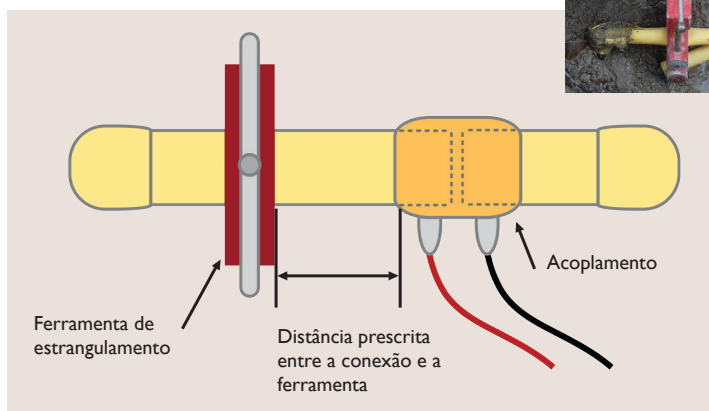

FIGURA 1. Um tubo de gás de polietileno submetido ao procedimento de estrangulamento.
O GTI, com sede em Illinois, é uma organização de pesquisa e desenvolvimento comprometida com o avanço de tecnologias em novas energias e gás natural. Um setor de sua pesquisa envolve a investigação das distâncias de estrangulamento em tubulações de polietileno (PE) para gás. O estrangulamento é um procedimento aparentemente simples, que envolve a compressão de um tubo até interromper completamente o fluxo de gás (veja a Figura 1). Isto é frequentemente realizado em tarefas de manutenção e substituição de seções da tubulação sem desligar todo o sistema.